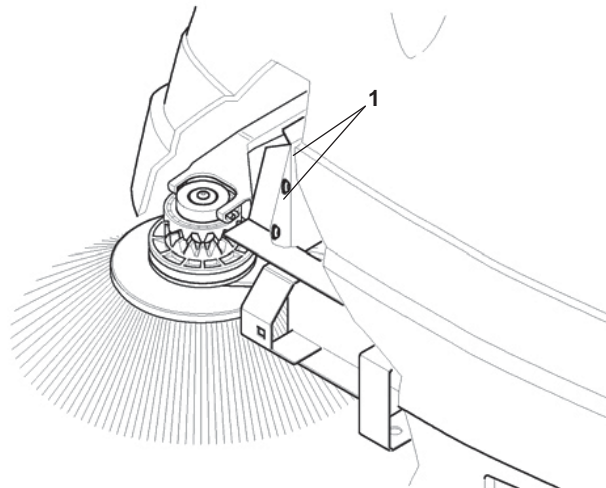

Fig. 6/A
Regleringen av sidoborsten gör genom att Du lossar på skruvarna pos. 1 Fig. 6/A och placerar borsten manuellt längs axlarna på önskad höjd. Efter att Du ställt in höjden, skruva åt de två skruvarna.